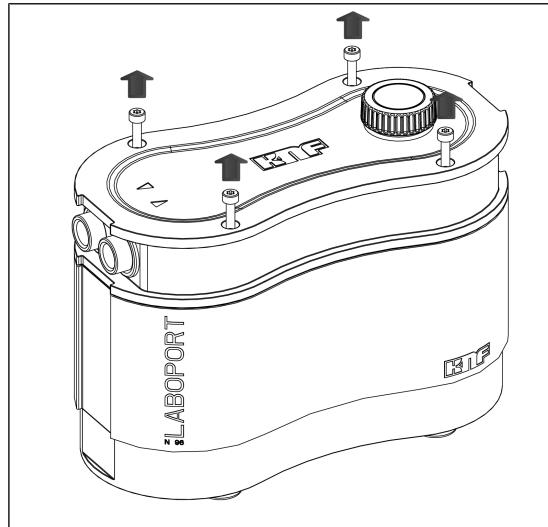

Fig. 7: Loosening housing screws
1. Loosen the four housing screws (Fig. 6/1) und entnehmen Sie diese aus dem Gehäusedeckel (2) (see Fig. 7). Store the screws for later reassembly.